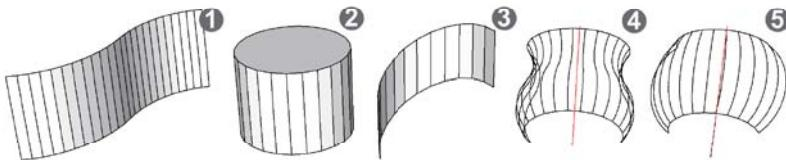

图 1.3.4 直线面与曲线面
(1) 根据形成曲面的母线形状分类，曲面可分为以下几种。
① 直线面：由直母线运动而形成的曲面，如图 1.3.4 ①②③所示。
② 曲线面：由曲母线运动而形成的曲面，如图 1.3.4 ④和⑤所示。